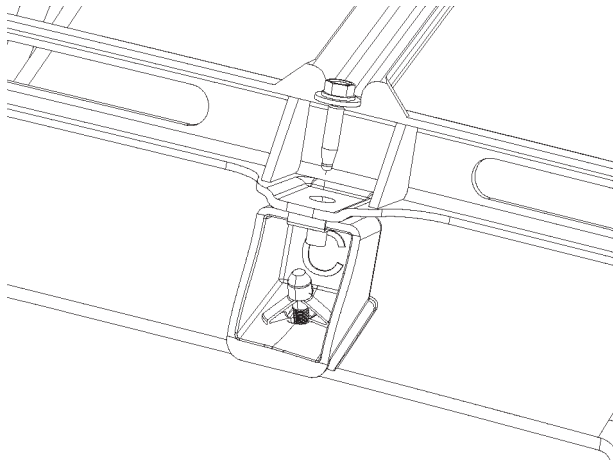

FIGURE 21
33. Fixer temporairement les 4 supports du centre à l'amortisseur de pare-chocs à l'aide des vis (de l'étape 8). Se reporter à la Figure 21.